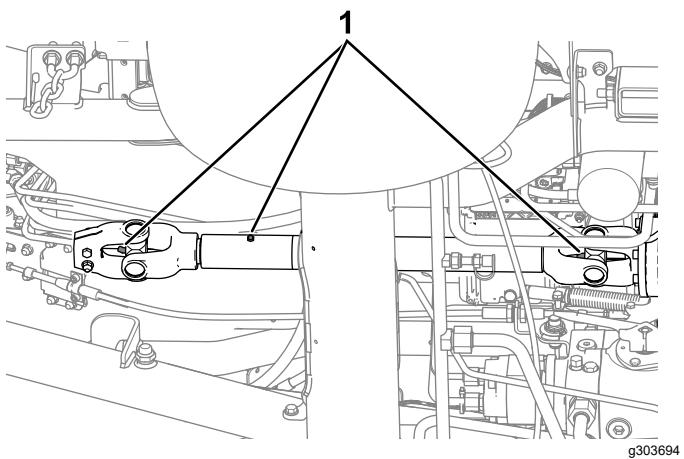

**Рисунок 47**
- Рычаг натяжного ролика (Рисунок 47)